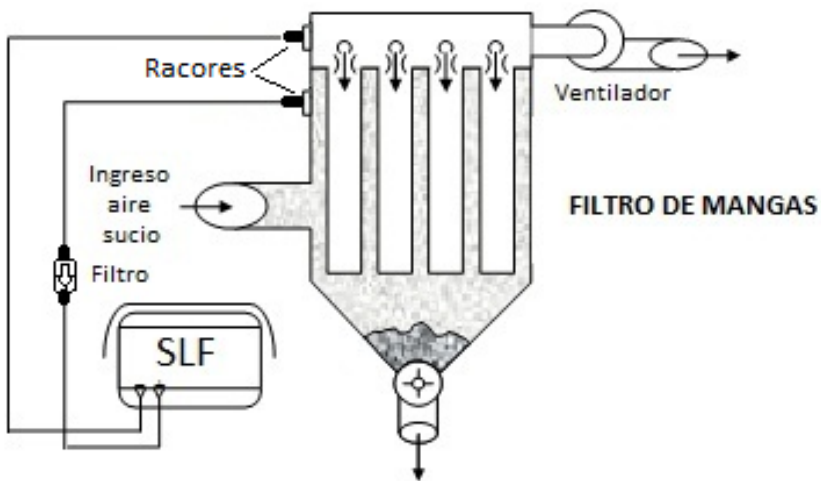

Figura 4.
1. Instale los dos racores de $\varnothing 1/8$ " rosca tipo NPT suministrados con este producto, un racor en la cámara de aire sucio y el otro racor en la cámara de aire limpio. (ver figura 4)